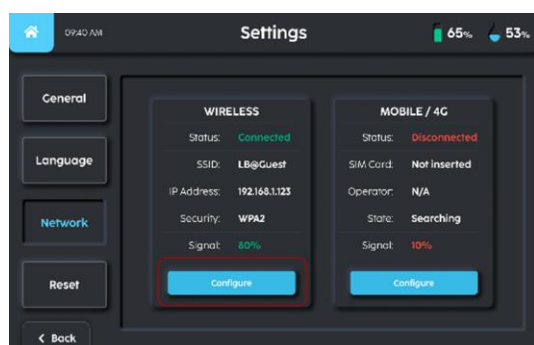

FIGURE 6-3
3. L'utilisateur peut changer le réseau d'exploitation en sélectionnant le bouton 'Configurer' (Fig 6-3).